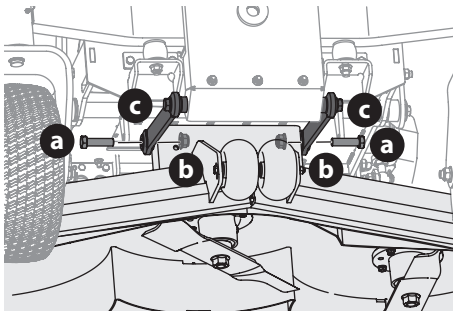

Figure 58
- Retirez les vis hexagonales (a) et les contre-écrous à embase (b) qui fixent les tiges de commande avant du plateau de coupe (c) au plateau de coupe (Figure 58).